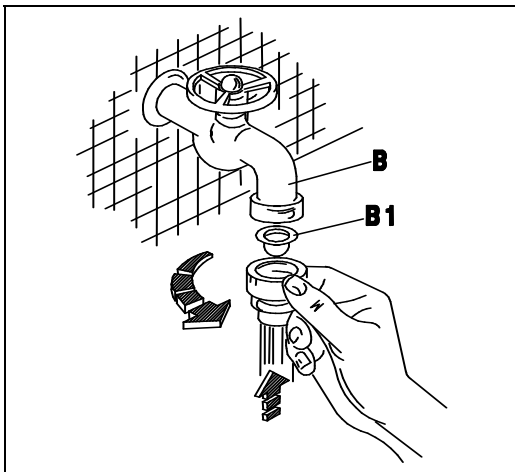
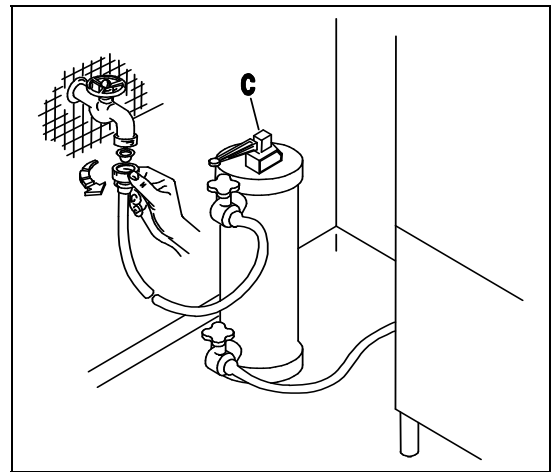
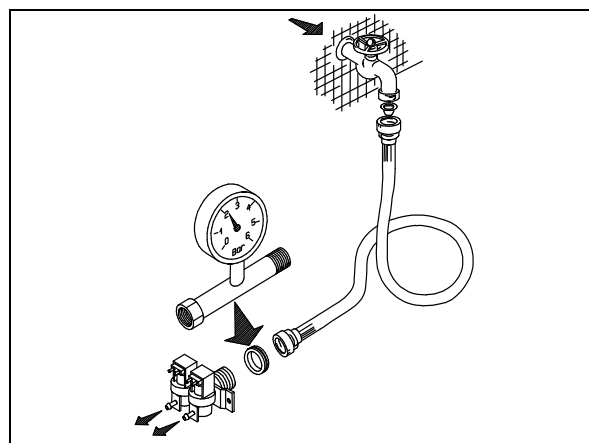
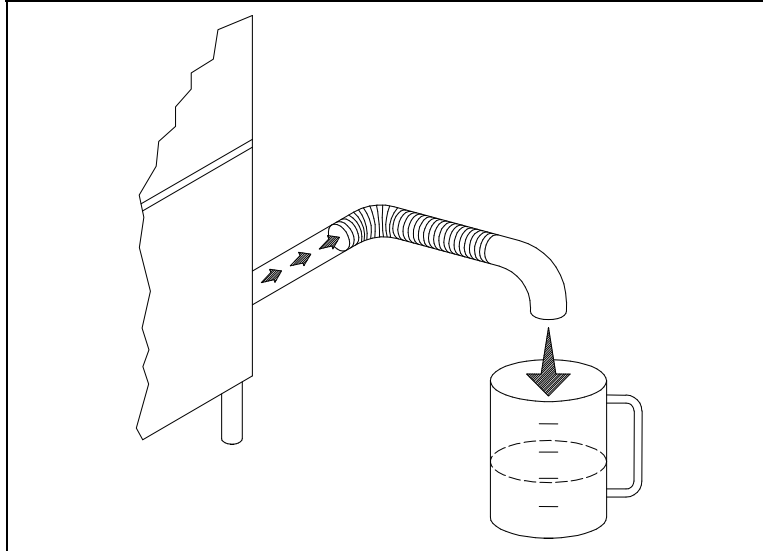

Bild. 2-2
Bild. 2-3
Bild. 2-4
Bild. 2-5
- Das Gerät ist für den Anschluss an Warm oder Kaltwasser (max. 50-55°C) vorgesehen, wobei der Druck bei offenem Ventil (Fließdruck) dem in Tab. 2-1 angegebenen entsprechen sollte. Bei höherem Druck als dem empfohlenen ist ein Druckminderer zu installieren. Bei zu niedrigerem Druck ist eine Druckerhöhungspumpe mit max. 0,5 PS, mit einer Förderleistung von 20l/min und einer Förderhöhe von 15-20m. zu installieren. Die Druckkontrolle muss am Eingang des Elektroventils erfolgen (siehe Bild 2-4). Die Wasserleitung muss einen Innendurchmesser von mindestens 16/18 mm aufweisen (siehe Bild 2-5). Den Zulaufschlauch des Gerätes an einen möglichst nahegelegenen Wasserhahn (B) anschliessen und den vorgesehenen Filter (B1) anbringen (siehe Bild 2-2). Der Einbau eines Wasserenthärter oder -Entsalzers (C) wird empfohlen; dieser gehört nicht zur Ausstattung und muss vor dem Elektroventil der Maschine eingebaut werden. (siehe Bild 2-3).